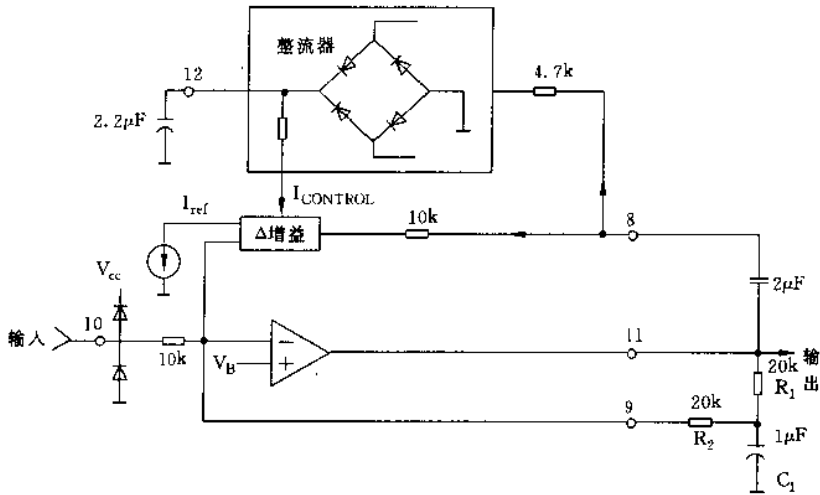

图 2-31
⑤扩展器输入——引脚⑤。输入阻抗定为 $3.2k\Omega$ ，额定的信号范围为 $3.16mV_{rms}$ 到 $316mV_{rms}$ 。与信号源必须用电容连接。
⑥ V_B ——引脚⑥。内部的基准电压额定为 $V_{cc}/2$ 。这是一个 AC 地线，必须滤波良好以获得高电力供应抑制和低的串音。
⑦接地——引脚⑦。接到一个彻底的电源地线上。
⑧压缩器反馈——引脚⑧。输入到压缩器可变增益级与整流器，正常情况下，信号是由压缩器的输出(引脚⑪)提供的，输入阻抗额定为 $3.2k\Omega$ 。
⑨反向输入——引脚⑨。反向输入到压缩器放大器，正常情况下，它是通过滤波 DC 反馈通道接到压缩器的输出。
⑩压缩器输入——引脚⑩。输入阻抗额定是 $10k\Omega$ ，额定信号范围是 $100\mu V_{rms}$ 到 $1.0V_{rms}$ ，与信号源必须用电容连接。
⑪压缩器输出——引脚⑪。压缩器放大器的输出。
⑫压缩器滤波器——引脚⑫。用外接电容连到全波整流器的输出。这一电容影响起动和误差衰减时间以及低频的精确度。
⑬ V_{cc} ——引脚⑭。电源引脚，连接到一个提供 $2.1\sim 7.0V$ 之间电压的电源上。额定电流消耗为 $3.5mA$ 。
(3)压缩器是一个运算放大器，在它的反馈回路中具有固定的输入电阻和一个可变的增益单元，如图 2-31 所示。